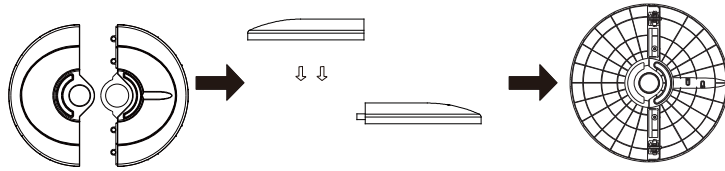

Fig.2
- ◆ Destornillar el anillo de plástico del cuerpo del ventilador (Fig.2).